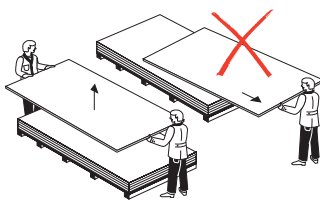

Abb. 2.
- Schieben Sie die Platten nicht. Heben Sie die Platten an, wenn Sie sie bewegen. (Abb. 2.)